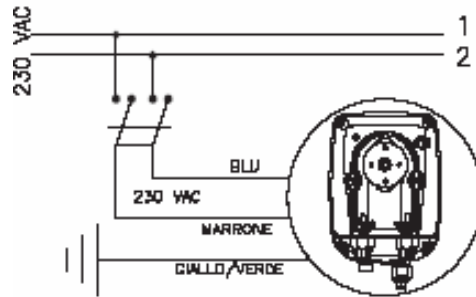

Fig. 4
1. Відключіть насос від мережі електроживлення двополюсним вимикачем з мінімальним відстанню між контактами 3 мм (Рис. 4)
б. - Перед початком установки ознайомтеся з правилами електричних підключень у вашому регіоні. (Рис. 4)